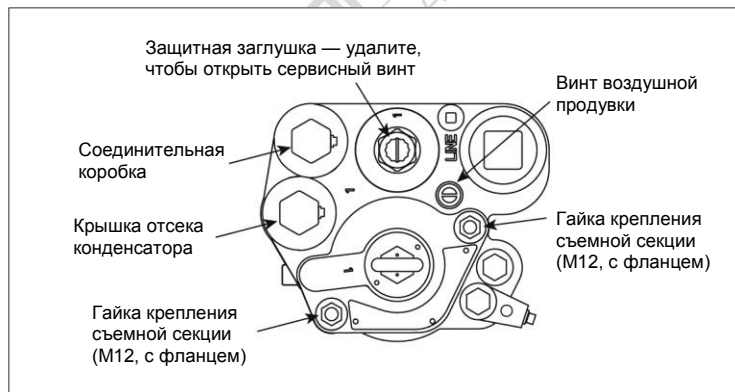

Рисунок 31. Гайки крепления съемной секции.
2. Отверните и выбросьте две гайки крепления съемной секции (см. рисунок 31). Пружины на крепежных шпильках между фланцем съемной секции и манифольдом вытолкнут съемную секцию вверх, разъединив уплотнения.
24. Поверните винт воздушной продувки на 2–3 оборота против часовой стрелки (см. рисунок 31).
30. Поверните винт воздушной продувки на 2–3 оборота против часовой стрелки (см. рисунок 31).